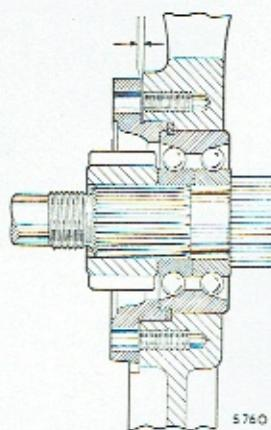

Fig. F.5
- 30) Monter hovedakslens lejeholder uden mellemlags, spænd boltene let til og mål gabet, se fig. F.5. Monter de nødvendige mellemlags (se skemaet), idet det påses, at de monteres under bundakslens og bakgearakslens låseplade; endelig spændes boltene, og låseskiverne låses.